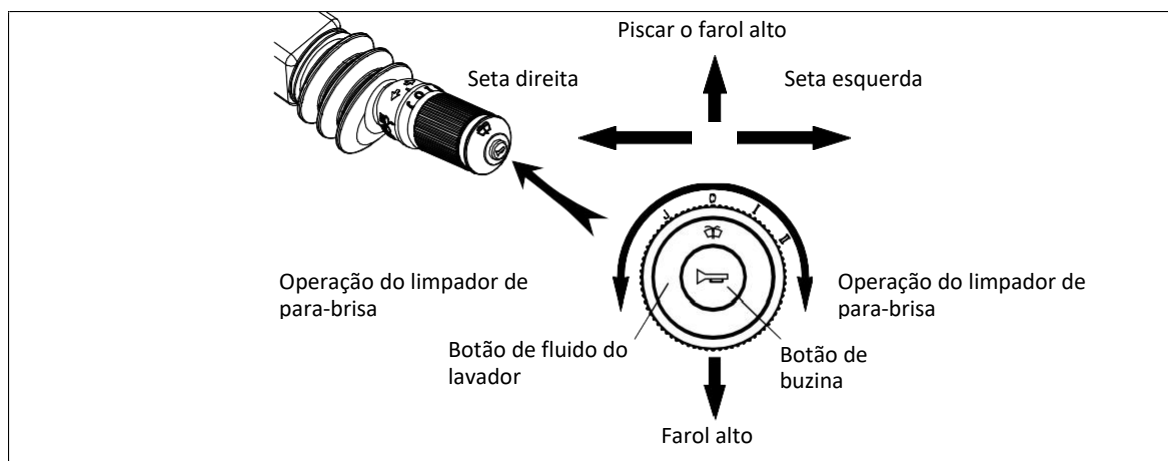

Figura 6-11 Controle do Limpador
- CONTROLE DO LIMPADOR** – Operação do limpador de para-brisa (configurações de 4 velocidades: J – Intervalo Temporizado (Intermitente), I – Baixa Velocidade, II – Alta Velocidade, O – DESLIGADO). Pressione o botão, na extremidade da alça, para borrifar o fluido do lavador na janela. Empurre na direção do painel para a seta esquerda. Puxe na direção do operador para a seta direita. Consulte a figura 6-11.